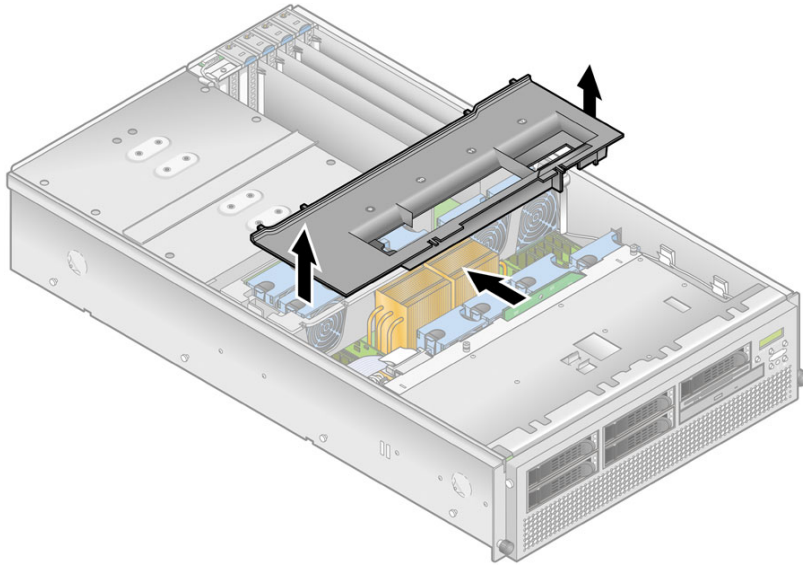

图 4-18 拆除主气流隔板
3. 拆除主气流隔板（请参见图 4-18）。
2. 拆除主气流隔板（请参见图 4-18）。